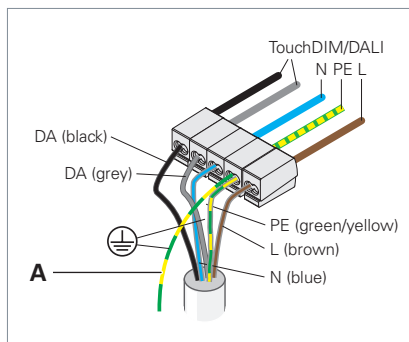

Fig. 16: Collegamento dell'apparecchio d'illuminazione.
- ▶ Collegare il cavo di messa a terra **A** sul lato di collegamento dell'apparecchio d'illuminazione al morsetto del conduttore di terra, vedi Fig. 16.